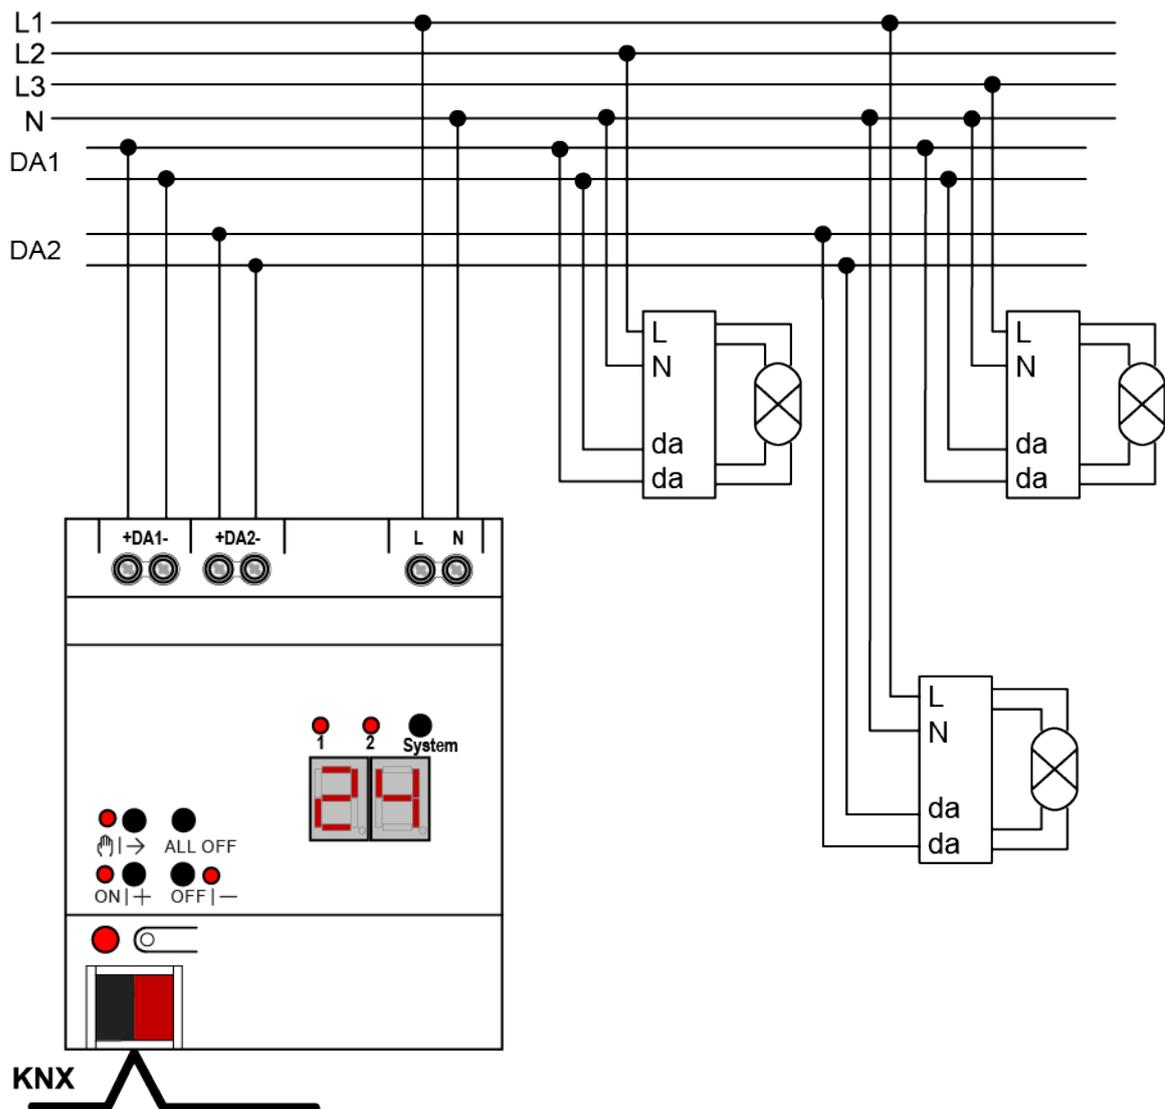

Bild 2: Anschlussbeispiel DALI Gateway 2fach
- Gerät gemäß Anschlussbeispiel anschließen (siehe Bild 2).